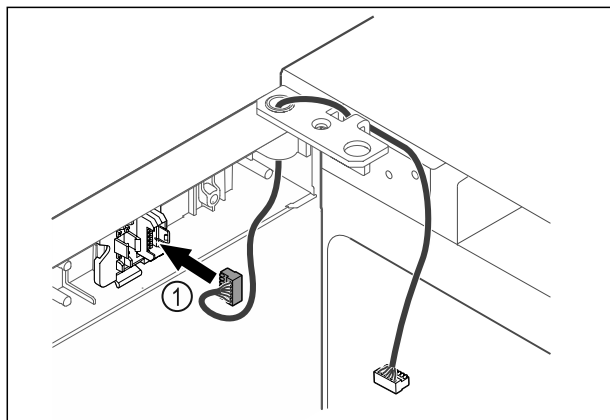

Fig. 45
- ▶ Stekker Fig. 45 (1) in steckerhouder steken.